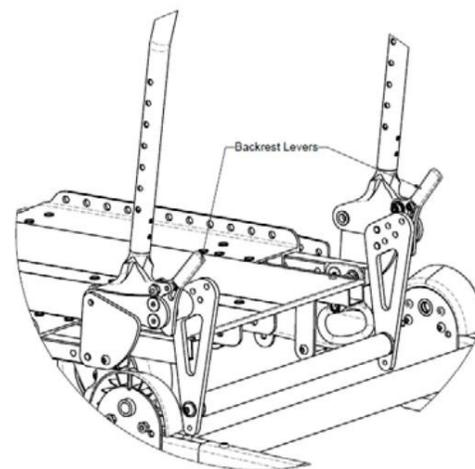

Figure 10.14 : Rabattre le dossier
2. Dégagez les deux loquets (voir Figure 10.14), en poussant chaque levier vers l'avant du fauteuil. Il n'est pas nécessaire que les verrous soient désengagés simultanément.